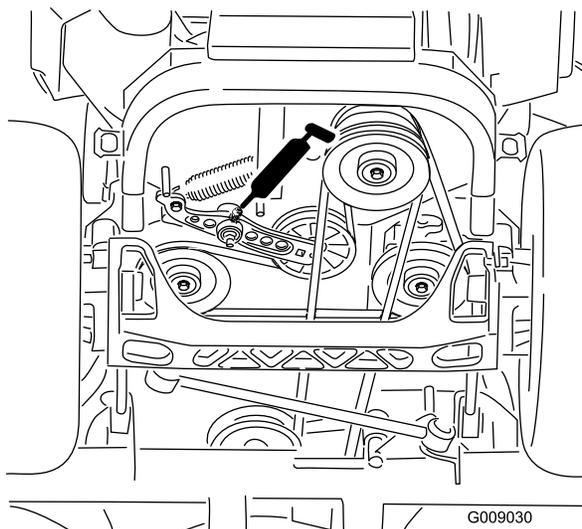

Figure 44
5. Graissez le bras de renvoi de la courroie d'entraînement (Figure 44).